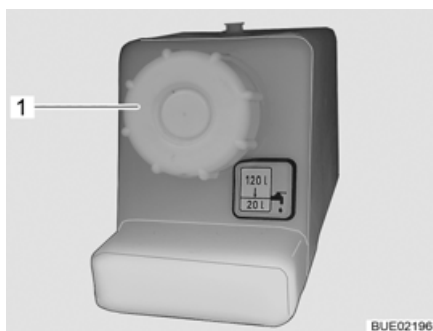

Fig. 189 Couvercle de fermeture pour bec de remplissage d'eau potable
- Tourner le couvercle de fermeture (Fig. 189,1) dans le sens inverse des aiguilles d'une montre et le retirer.